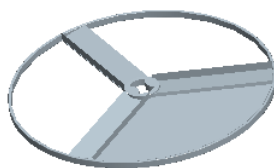

图 5.14 填充曲面 1
Step8. 创建图 5.14 所示的填充曲面 1。
- (1) 单击 **分型面** 操控板 **曲面设计** 区域中的“填充”按钮 ，此时系统弹出“填充”操控板。